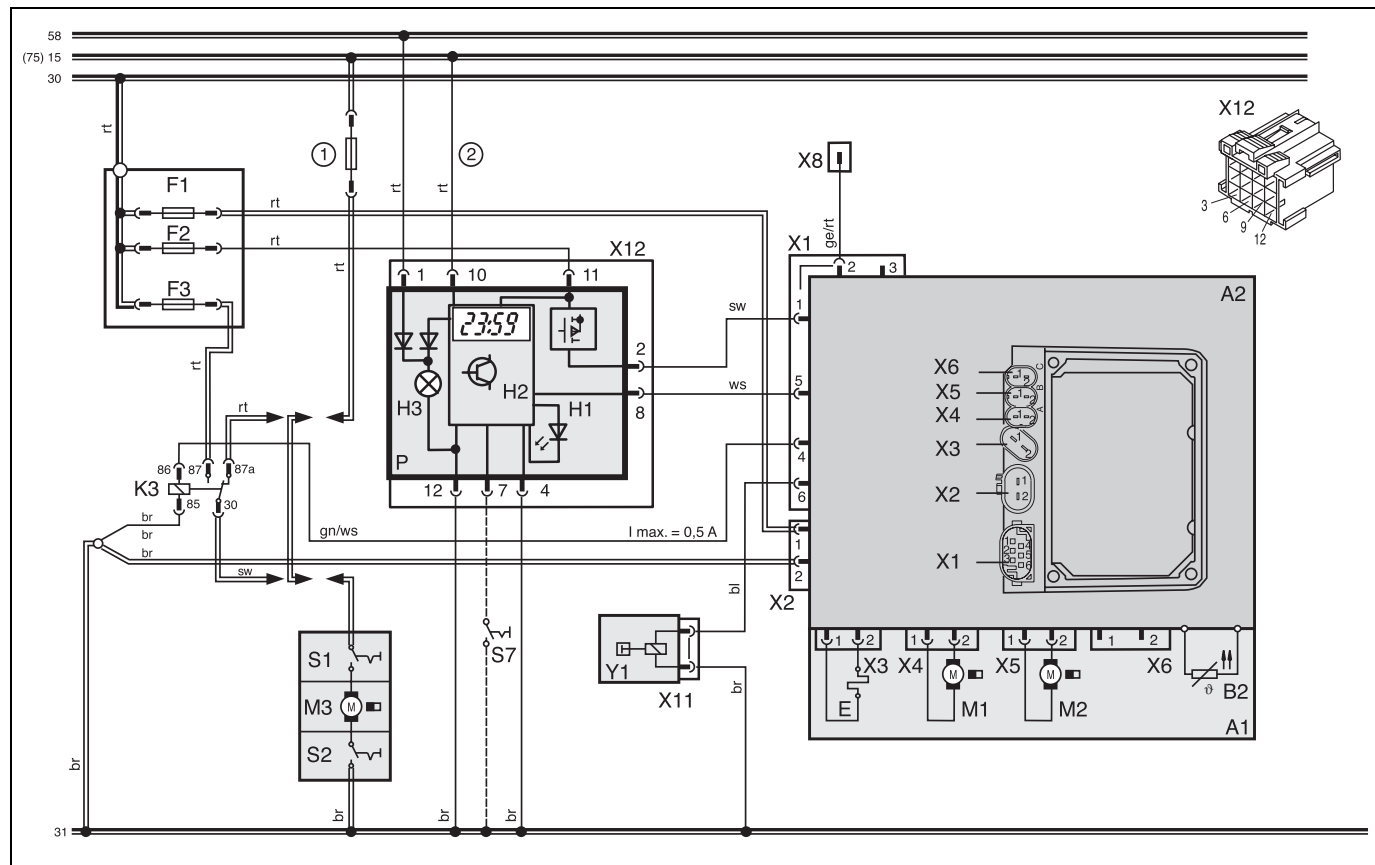

Fig. 17: Schéma électrique pour Thermo 50, horloge de programmation 24 V (légende : voir page 73)
Le branchement électrique du chauffage s'effectue conformément aux figures 17 bis 22.
- horloge de programmation voir schéma électrique fig. 17.
La commande de la ventilation du chauffage propre au véhicule s'effectue par l'intermédiaire d'un relais, voir schémas électriques des figures 17 à 22 ou par l'intermédiaire d'un relais avec thermostat d'ambiance.